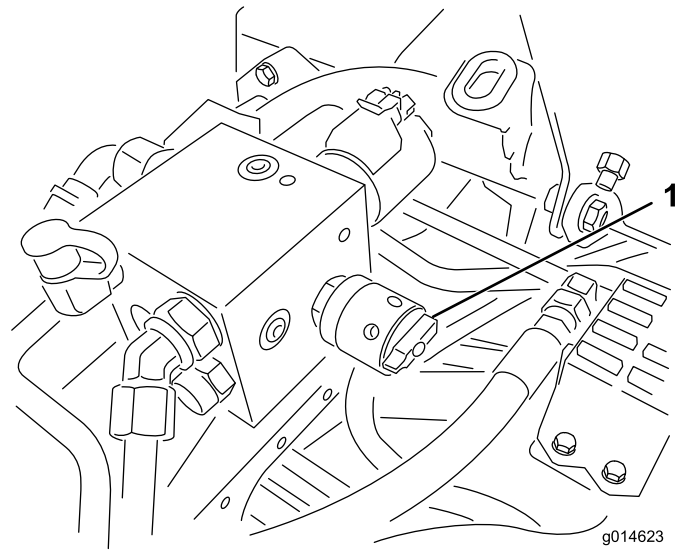

Figure 38
- Pour régler la vitesse des cylindres, tournez le bouton (Figure 38) jusqu'à ce que la flèche soit en face du numéro correspondant au réglage voulu.